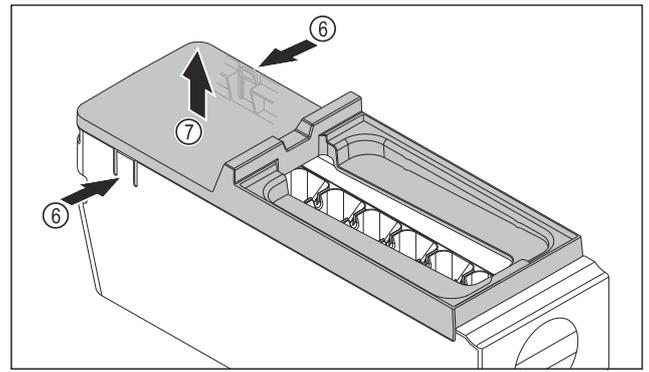

Fig. 137
- ▶ Para retirar la cubierta del cuerpo del EasyTwist-Ice: Presione las pestañas Fig. 137 (6) en ambos lados del cuerpo del EasyTwist-Ice con una mano.
- ▶ Retire la tapa Fig. 137 (7) hacia arriba con la otra mano.